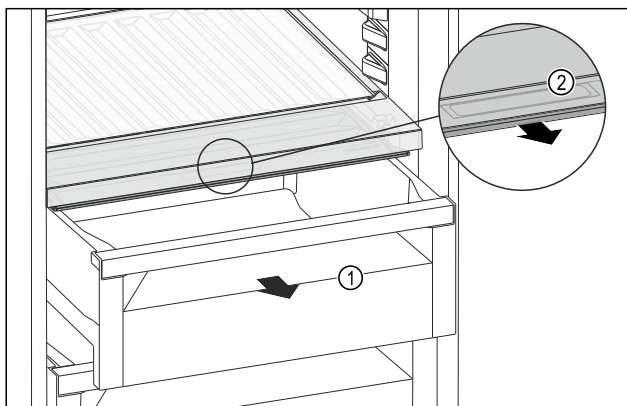

Fig. 210
- Retirer le tiroir Fig. 210 (1).
- Saisir la poignée encastrée Fig. 210 (2) du couvercle du compartiment et tirer le couvercle du compartiment par l'avant.